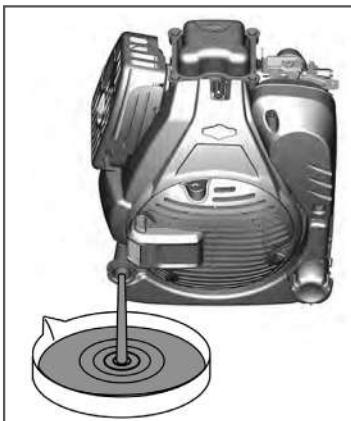

Рис. 24 Слив масла с двигателя
- Вместе с помощником наклоните газонокосилку в сторону задней крышки деки так, чтобы емкость для слива отработанного масла находилась под маслозаливной горловиной и спейте отработанное масло через маслозаливную горловину в подготовленную для этого емкость (Рис. 24).